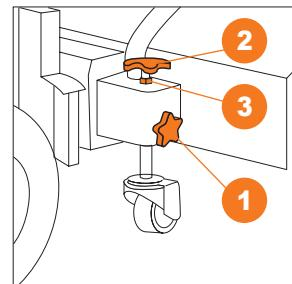

Рис. 10
- Ослабьте боковой барабашковый винт ① (Рис. 10).
- Поверните верхний регулировочный барабашковый винт ② по часовой стрелке для подъема и против часовой стрелки для опускания щетки (Рис. 10).
- Выбрав необходимое положение, зафиксируйте положение контргайкой ③ и боковым барабашковым винтом ① (Рис. 10).